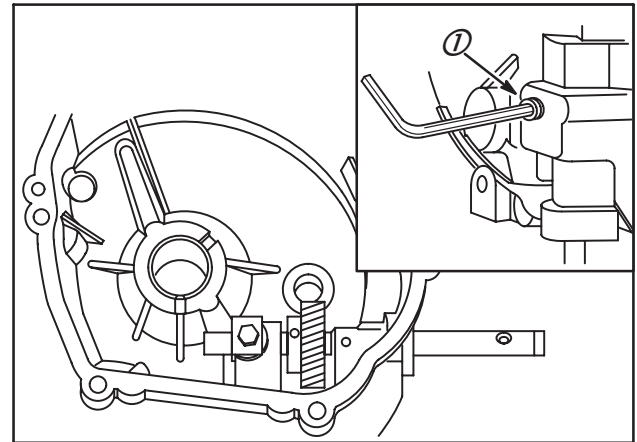

Fig. 52
3. Pour déposer l'arbre de prise de force auxiliaire, enlever toutes les vis du carter inférieur (1), Fig. 52.